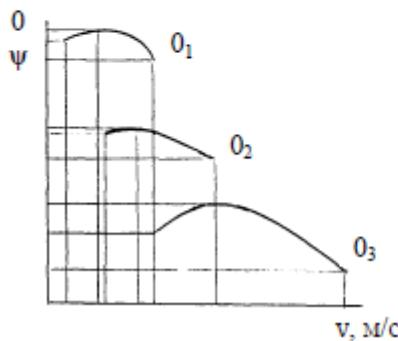
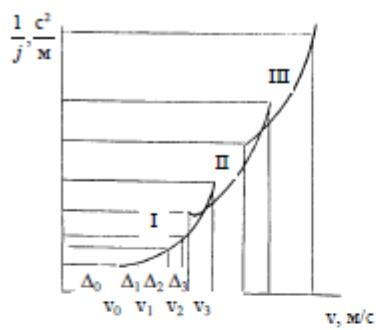

Рис. 2. Зависимость динамического фактора от скорости автомобиля
Рис. 3. График зависимостей  $\frac{1}{j} = f(v)$
7. По данным табл. 5 строят графики динамического фактора для каждой передачи, рис. 2.
находят, используя динамическую характеристику автомобиля (рис. 2), подставляют в формулу (23) и определяют ускорение для соответствующих скоростных режимов каждой передачи. Затем подсчитывают значения величин обратных ускорению  $1/j$  и строят графики зависимости  $1/j = f(v)$  для каждой передачи, рис. 3.